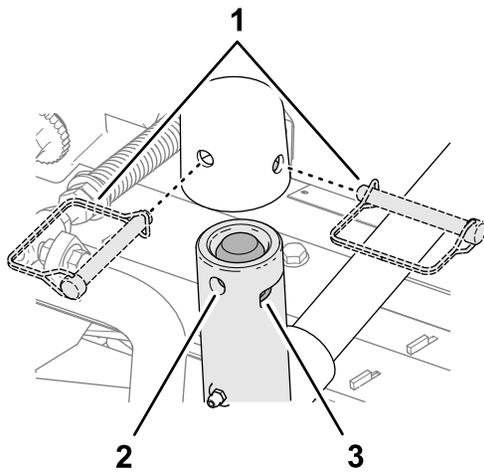

Figura 24
**Bloqueo del pivote de la unidad de corte para segar en una pendiente** – Bloquee los pivotes de las unidades de corte para evitar que las unidades de corte giren cuesta abajo al segar de través en una pendiente. Utilice el orificio del brazo giratorio (Figura 24) para bloquear la unidad de corte. Utilice la ranura si la unidad de corte es dirijible.